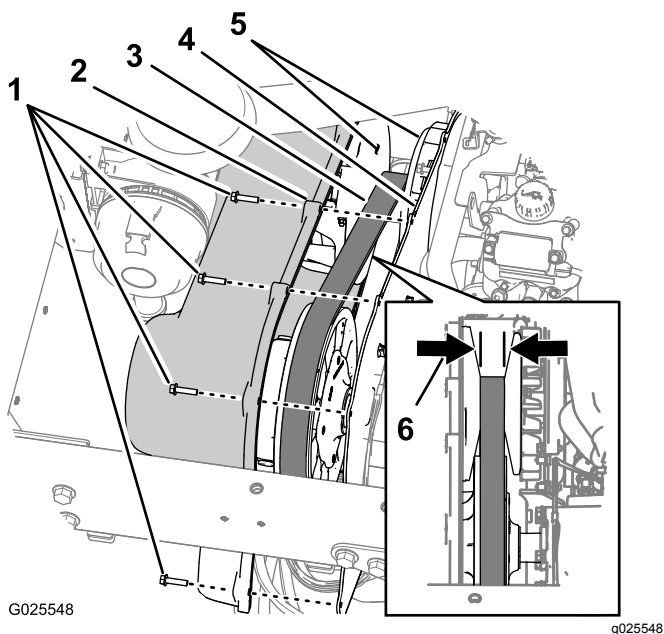

図 63
1. トランスミッションカバーをトランスミッション取り付けプレートに固定している六角ワッシャねじ 9 本 1/4 x 1" を外す 図 63。
2. 駆動ベルトが見える位置までカバーを前方にずらす 図 63。
3. 一次クラッチのテーパ面に破損の兆候がないか点検する 図 63。
4. 駆動ベルトのコグ歯が欠けていたり破損したりしていないか点検する 図 63。
5. ベルトの幅を測定し、その値を記録する 図 63。
注 ベルトの幅が 29.5 mm 以下になっている場合にはベルトを交換してください 図 63。
6. トランスミッションカバーの穴を、取り付けプレートの穴に合わせる 図 63。
7. カバーを取り付けプレートに固定する 図 63 ステップ 1 で取り外した六角ワッシャねじ 9 本 $\frac{1}{4}$ x 1" を使用し、10.2-12.4 N·m 1.0-1.3 kg·m = 90-110 in-lb にトルク締めする。